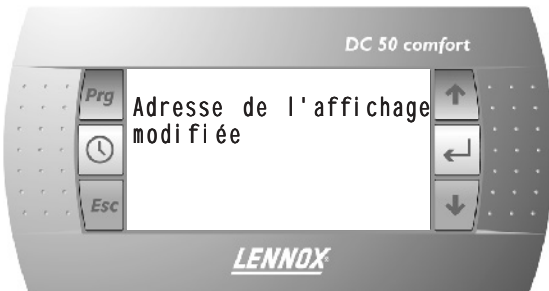

Fig. 29
- Si l'adresse a été modifiée, l'écran illustré à la **Fig29** s'affiche.